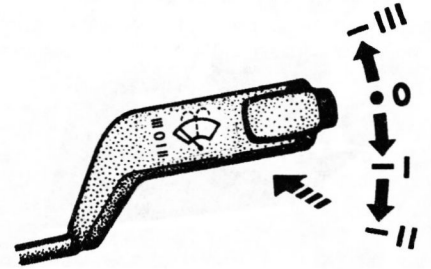

Рис. 1.9. Положения рычага переключателя очистителя и омывателя стекла (без звукового сигнала)
**7 – рычаг переключателя очистителя, омывателя стекла и звукового сигнала\*.** Положения рычага переключателя (рис. 1.9) (без звукового сигнала):